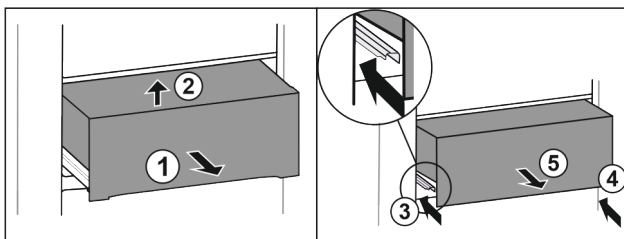

Fig. 32
- Вытяните выдвижной ящик наполовину. Fig. 32 (1)
- Приподнимите выдвижной ящик спереди. Fig. 32 (2)
- Вставьте левую направляющую. Fig. 32 (3)
- Вставьте правую направляющую. Fig. 32 (4)
► Извлеките выдвижной ящик движением вперед. Fig. 32 (5)